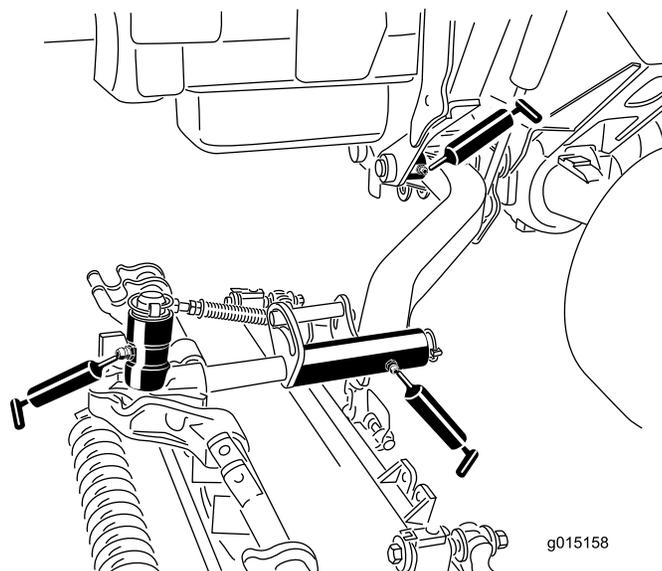

Figure 53
- Bâti porteur de plateau de coupe (2 par plateau) (Figure 53)
- Pivot de bras de relevage de plateau de coupe (1 par plateau) (Figure 53)
- Bagues de pivot de bras de relevage (1 par plateau) (Figure 53)